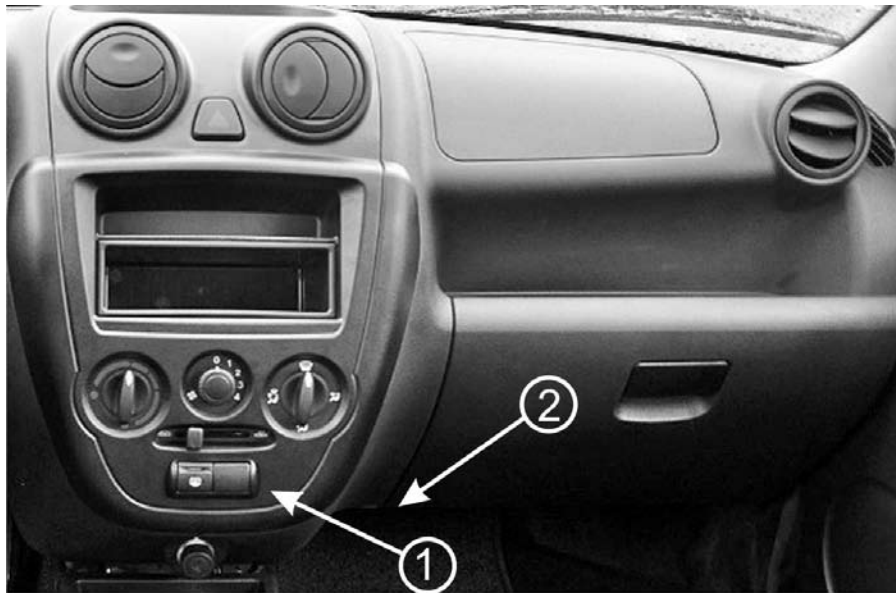

Рис.1 Вид на панель приборов.
ВНИМАНИЕ! Перед установкой тщательно изучите данную схему (см. **Рис.1**).
4.1 Извлеките заглушку панели приборов (поз.1, **рис.1**).
4.2 Протяните жгут проводов БК до диагностической колодки (находится под бардачком левой стороны (поз.2, **рис.1**)) и соедините колодку жгута БК к диагностической колодке согласно схеме подключения (см. **рис.2**).